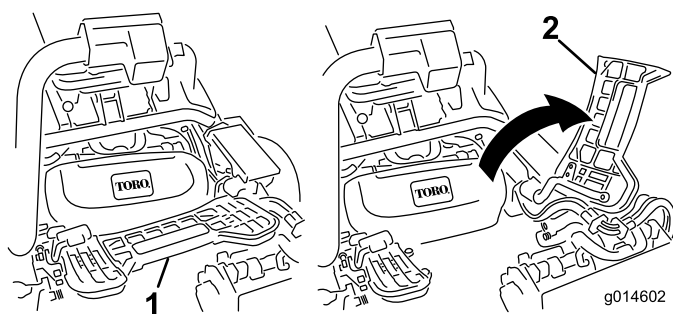

Figure 31
2. Relevez le repose-pieds pour accéder à la position du plateau de coupe central (Figure 31).